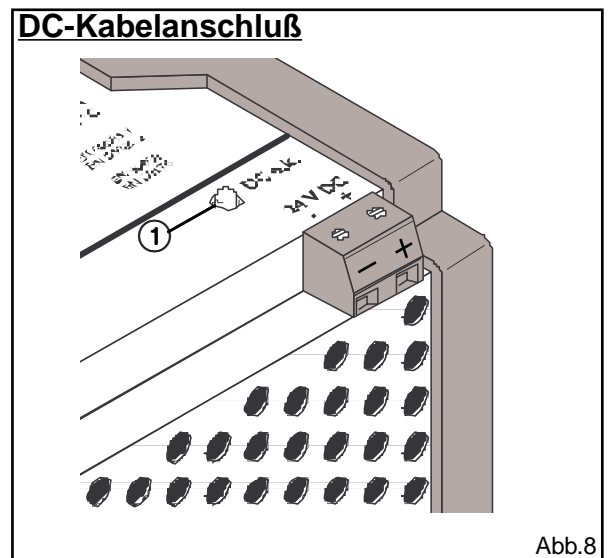

Abb.8
Ausgang (Abb. 8): Der 24 V DC-Anschluß erfolgt über die Schraubverbindungen + und – am COMBICON-Steckanschluß(Drehmoment 0,5 Nm).
Die DC o.k.-Kontrolleuchte (Abb.8 ①) signalisiert eine Sekundärspannung von mehr als 20 V DC. Bei verloschener LED liegt entweder ein sekundärseitiger Kurzschluß vor, oder die 120 V/230 V AC-Stromversorgung ist unterbrochen.